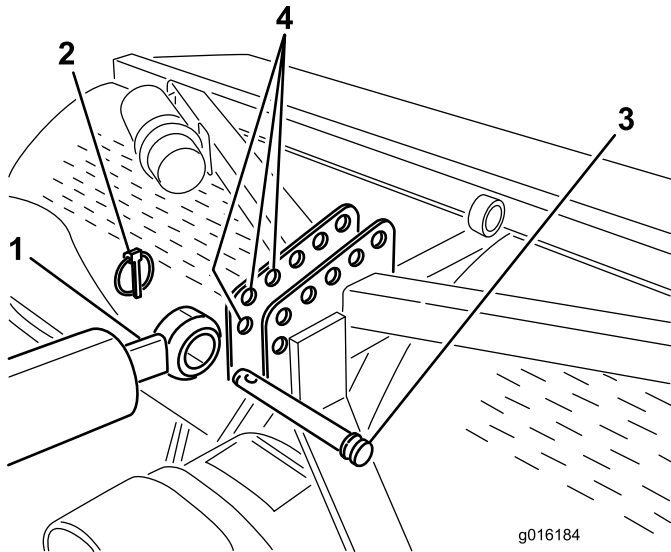
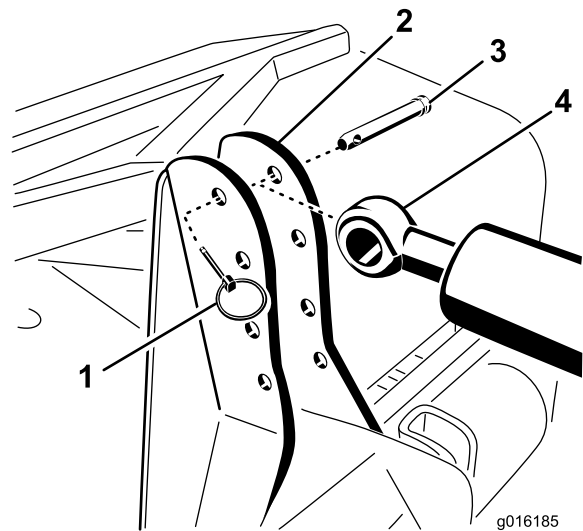
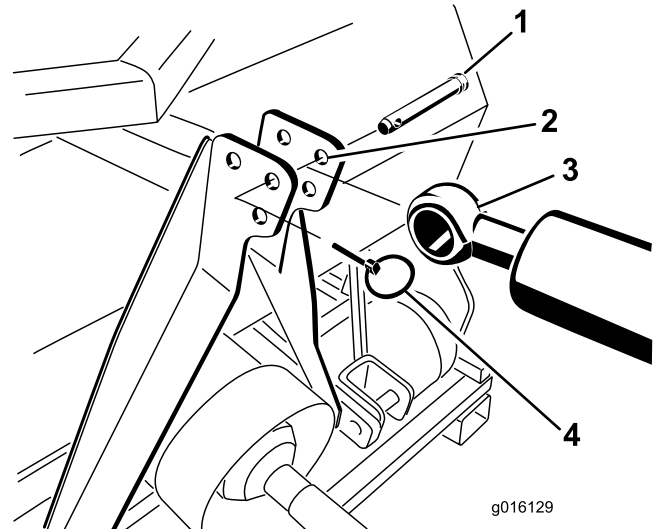

Bild 6
Bild 7
Bild 8
7. Befestigen Sie das Stangenende des hydraulischen Oberlenkers mit einem Steckstift und einem Klappstecker im vordersten Loch in der Halterung am Aerifizierer (Bild 6, Bild 7 oder Bild 8).